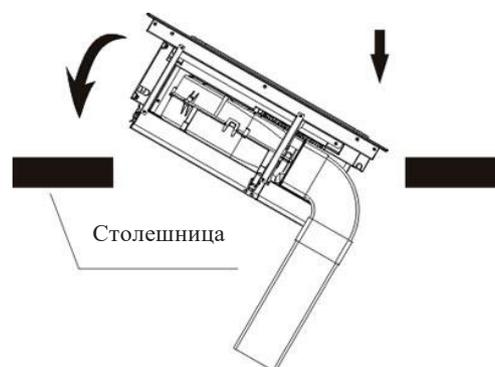

Рис.6
7. Наклоните варочную панель под определенным углом чтобы разместить ее в подготовленном отверстии. Смотрите рис. 6.
7. Установите решетку на шкаф с помощью 4 винтов, см. рис. 6.